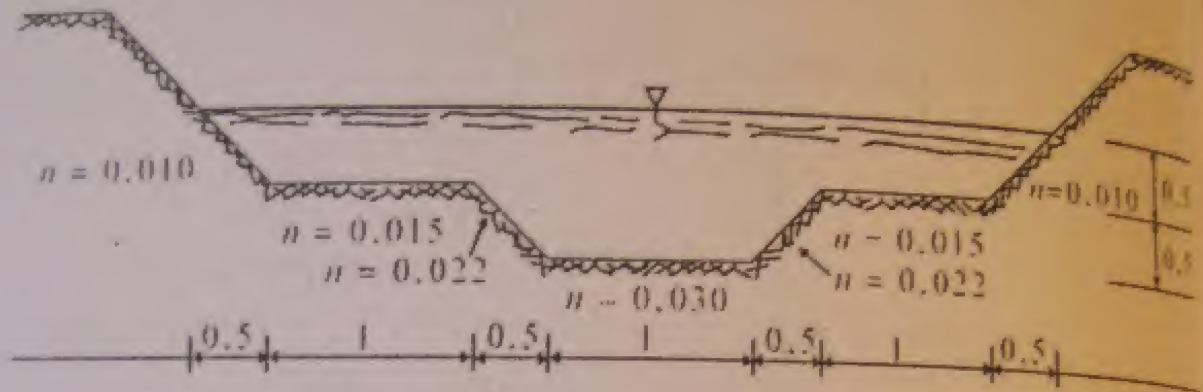

Figura 12. Sección transversal de un canal
17. Determinar el caudal que pasa por el canal de la figura 12, sabiendo que la pendiente es 0,8 ‰. Utilizar para el cálculo de la rugosidad ponderada, la fórmula de Horton y Einstein.